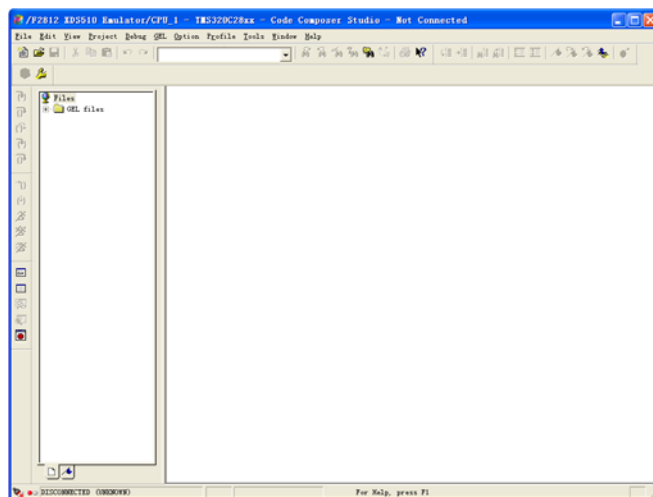

图12 调试界面
- ⑥ 关闭Code Composer Studio Setup软件，点“Save”保存设置。
- ⑦ 再点“是”，启动CCStudio v3.3软件。
- ⑧ CCStudio v3.3启动后，出现如图12所示的调试界面。